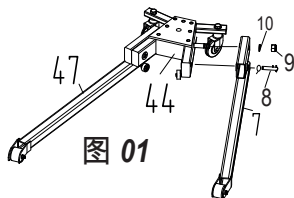

图 01
- 请参见图 01：插入固定销，将左腿 #7 固定到底座 #44 上。将垫圈 #10 和螺栓拧入螺母 #9。插入销 #8，经过 #7 和 #44。直到停止位置。旋转 180°并用 O 型销锁定。右腿 #47 使用相同方法。